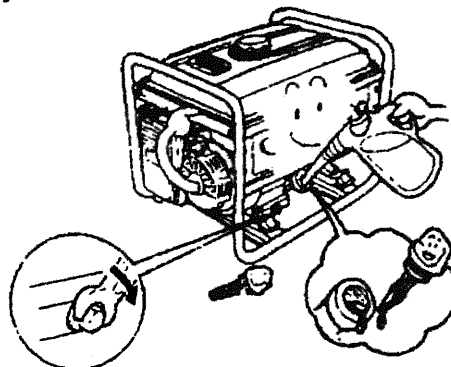

Fig. 38
- Volver a enroscar el tapón de drenaje. (Figure 38)